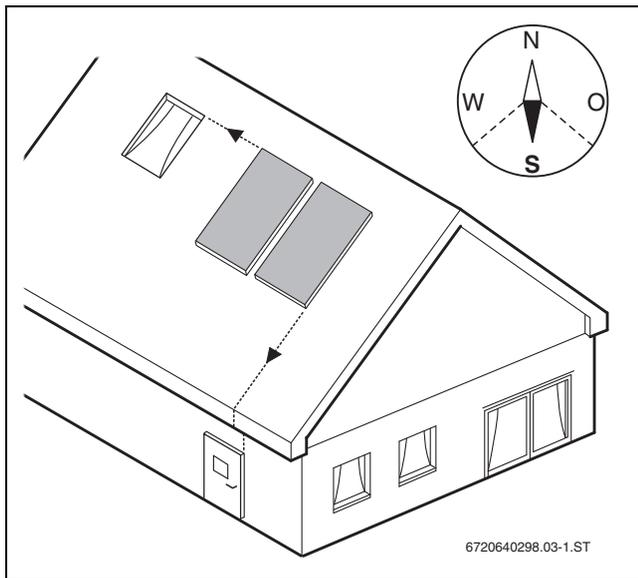

Fig. 10
- Orientar el campo del colector lo más al sur posible (→ fig. 10).
- Disponer el campo del colector de manera que éste esté alineado con ventanas, puertas, etc. (→ fig. 10).